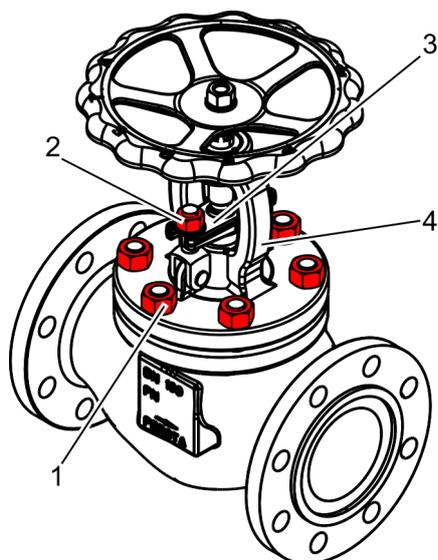

Fig. 26: Retrait des écrous
2. ➤ Protéger le chapeau en étrier (Fig. 26/4) contre la chute du carter au moyen de l'engin de levage.
3. ➤ S'assurer que le chapeau en étrier (Fig. 26/4) et le carter ne sont pas soulevés par l'engin de levage.
Desserrer et retirer les écrous (Fig. 26/1) du chapeau en étrier (Fig. 26/4).
5. ➤ Dévisser les écrous (Fig. 26/2) sur le fouloir de presse-étoupe (Fig. 26/3) et retirer toutes les rondelles.